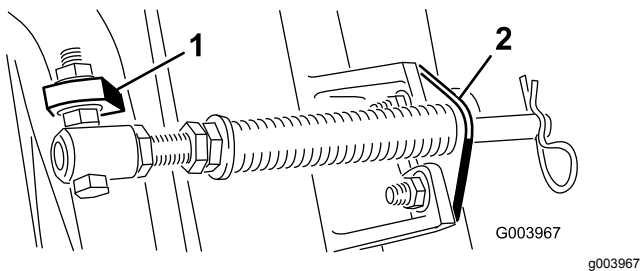

Bild 6
- C. Montieren Sie die Schraube des Federrohrs an der anderen Lasche am Trägerrahmen und befestigen Sie sie mit der Bundmutter. Der Schraubenkopf zeigt zur Außenseite der Lasche, siehe Bild 6.
D. Montieren Sie die Stangenhalterung mit den Schlossschrauben und Muttern an den Schneideeinheiten (Bild 6).